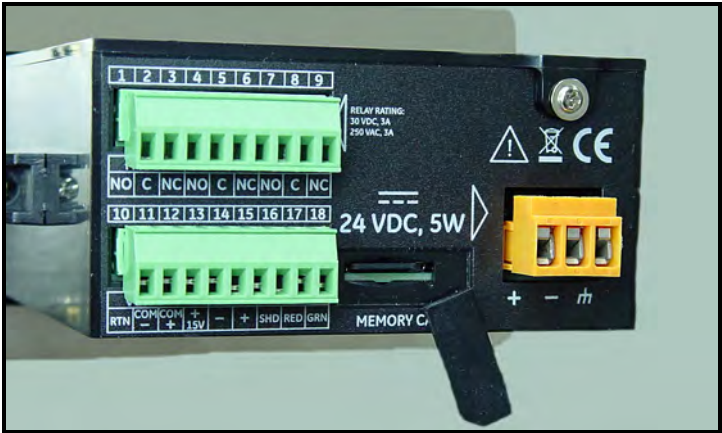

Abbildung 49: Freiliegender Speicherkartenhalter
1. Der Speicherkartensteckplatz befindet sich im unteren mittleren Bereich der Rückwand des **dew.IQ**. Ziehen Sie die linke Seite der flexiblen Abdeckung ab. Die Abdeckung ist an der rechten Seite fixiert (siehe *Abbildung 48* und *Abbildung 49* unten).